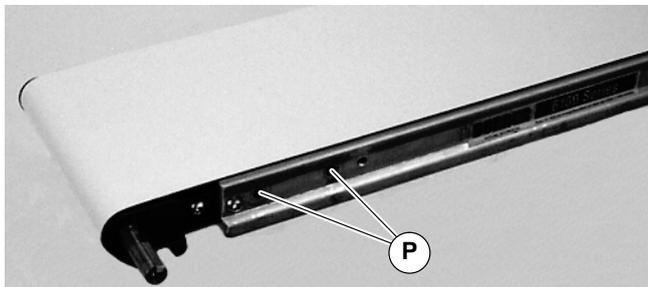

Abbildung 3
2. Lage der Antriebswelle feststellen und zwei (2) Schrauben entfernen (P auf Abbildung 3).